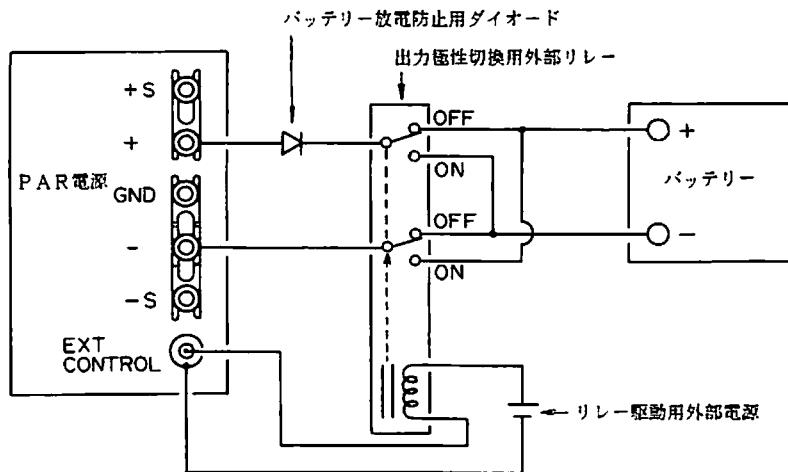

図16
- 1) OUTPUT LED⑪とEXT CONTROL LED⑧を消灯状態にします。
- 2) 図16の様に、バッテリー、出力極性切換用外部リレー、リレー駆動用外部電源を、PAR電源の各端子に接続します。